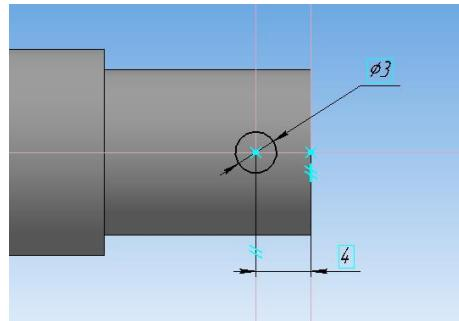

Рисунок 77
9. Выполним отверстие под штифт. Выберите плоскость **XY** и создайте в ней эскиза цилиндрической поверхности длиной **16мм** (рисунок 77).